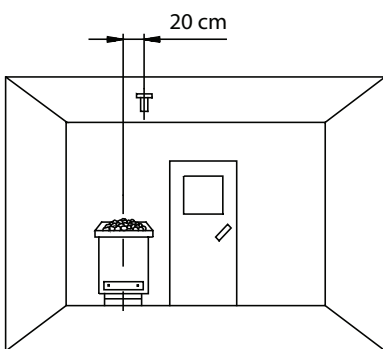

Рис. 7
Обращаем Ваше внимание, что указанные здесь размеры относятся к значениям, заданным при испытании устройства по стандарту EN 60335-2-53. Принципиально монтировать датчик печи в месте, где ожидается самая высокая температура. Обзор места монтажа датчика приведен на рис. 7 - 9.
1. Датчик печи монтируется в кабинах размером до 2 x 2 м согласно рис. 7 и 8, а в кабинах большего размера согласно рис. 7 и 9.